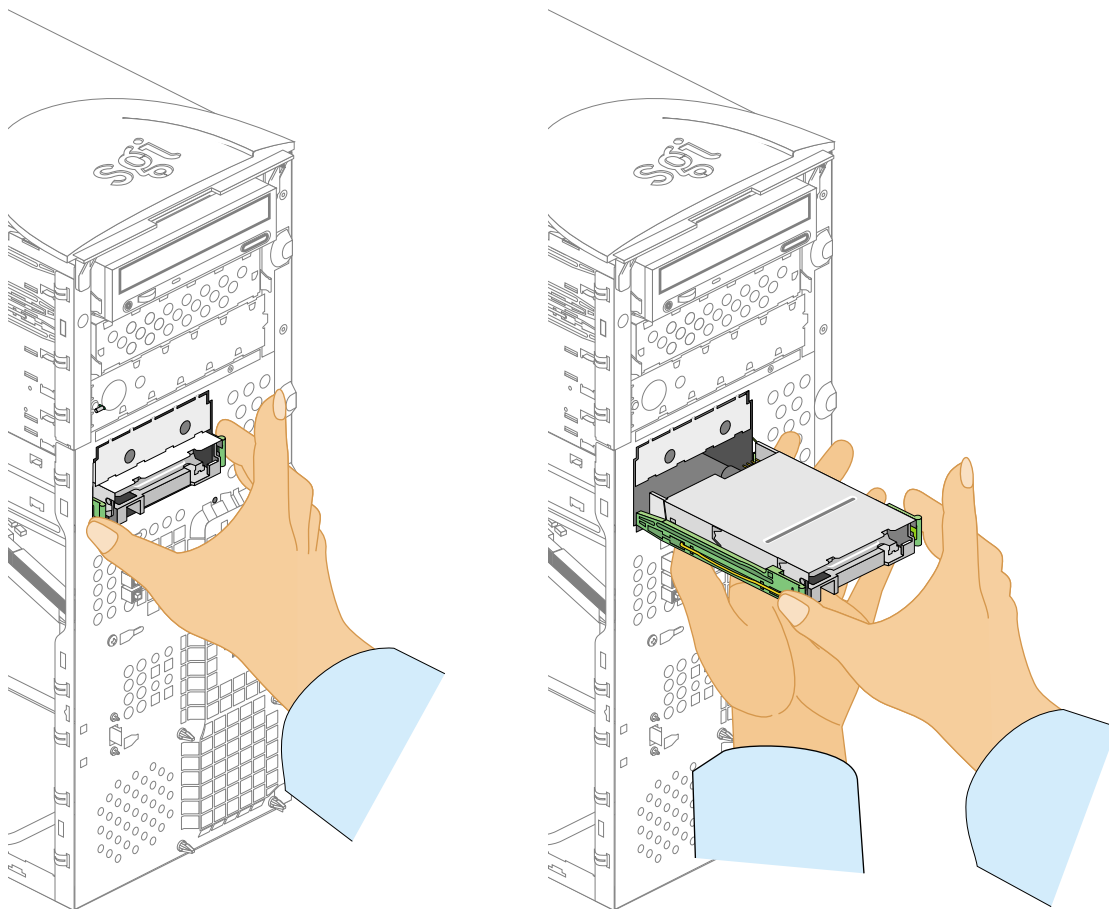

Figura 2-11 Extracción de la unidad del módulo
La Figura 2-11 en la página 28, muestra el procedimiento (la Figura 2-11 muestra la extracción de una unidad de 3,5 pulgadas, pero la extracción de las unidades de 5,25 pulgadas es muy similar).
3. Para extraer la unidad de 3,5 pulgadas del módulo, presione las lengüetas de plástico de los rieles de ambos lados de la unidad y tire de la unidad hacia el exterior del chasis. En la Figura 2-11 se muestra el procedimiento.